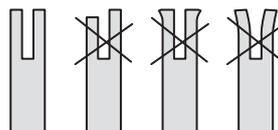

Fig.42
5. Pour vérifier l'état d'usure du rail: Appliquez le bord droit d'une règle contre le bord des lames de coupe, comme indiqué sur l'illustration ci-dessous. Si le rail du guide-chaîne est en bon état, il doit y avoir un interstice entre la règle et le guide-chaîne. S'il n'y a aucun interstice (c.à.d. si vous pouvez appliquer la règle contre le guide-chaîne sur toute sa longueur), le rail du guide-chaîne est usé et a besoin d'être remplacé par un rail du même type (Fig. 42).